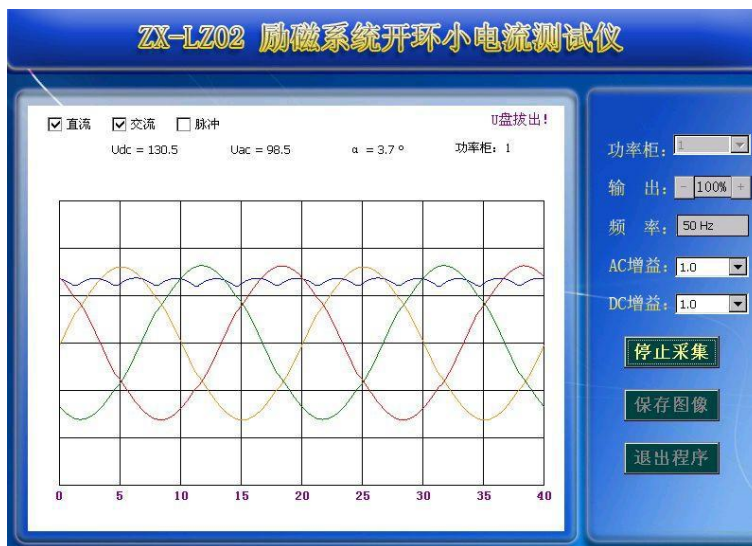

图 3 触摸屏运行画面
2. 打开电源，触摸屏显示系统 Logo 界面，待系统加载成功后，显示图 3 所示。